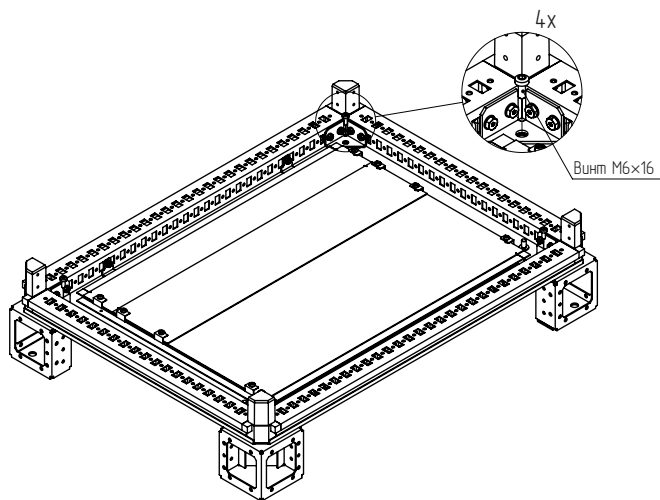

Рисунок 4
4.1.3 Зафиксировать каждый угол цоколя от проворачивания с помощью винта М6х16 (Рисунок 4). Момент затяжки – 7 Н·м.